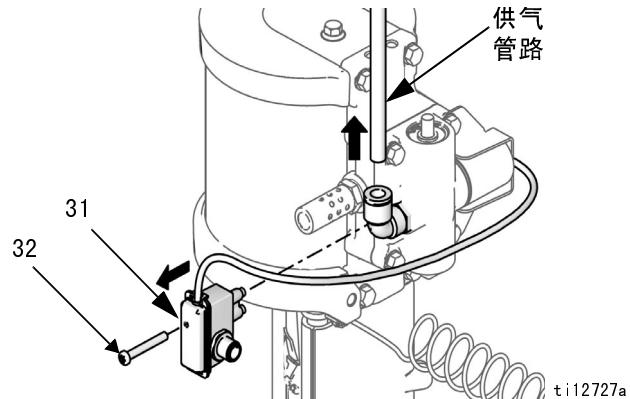

图 3：取下干簧管总成和供气管路
1. 对于带 DataTrak 的马达：卸下螺丝，断开干簧管与空气阀的连接。请参见图 3 (第 9 页)。
2. 用 10 毫米套筒起子卸下四颗螺丝 (18)。卸下空气阀 (17) 及垫圈 (16*◆)。
4. 取下四颗螺丝 (18) 并卸下歧管 (15*) 和两个垫圈 (14*)。
5. 使用 10 毫米套筒起子从上下盖上卸下先导阀 (19)。